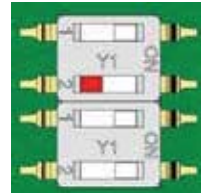

Fig. 6 : Interface RS485
- ☒ Faites glisser le commutateur miniature 1 supérieure en position OFF (Fig. 6), lorsque l'appareil n'est pas situé à l'extrémité de la ligne.